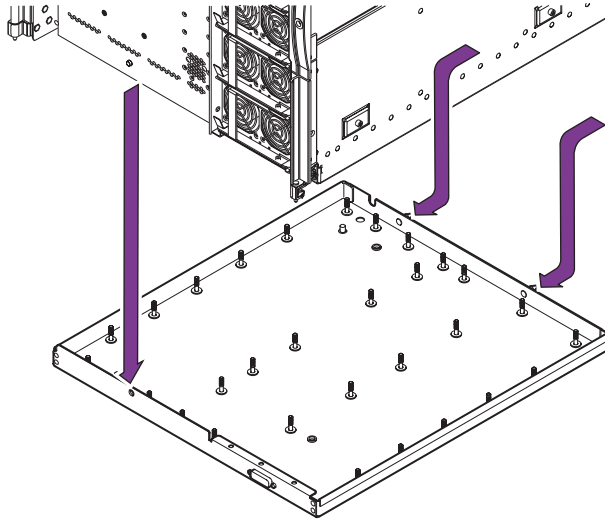

図 11-4 ベースプレートの取り外し
19. ベースプレーンを取り外して、ESD マットの上に置きます (図 11-4)。